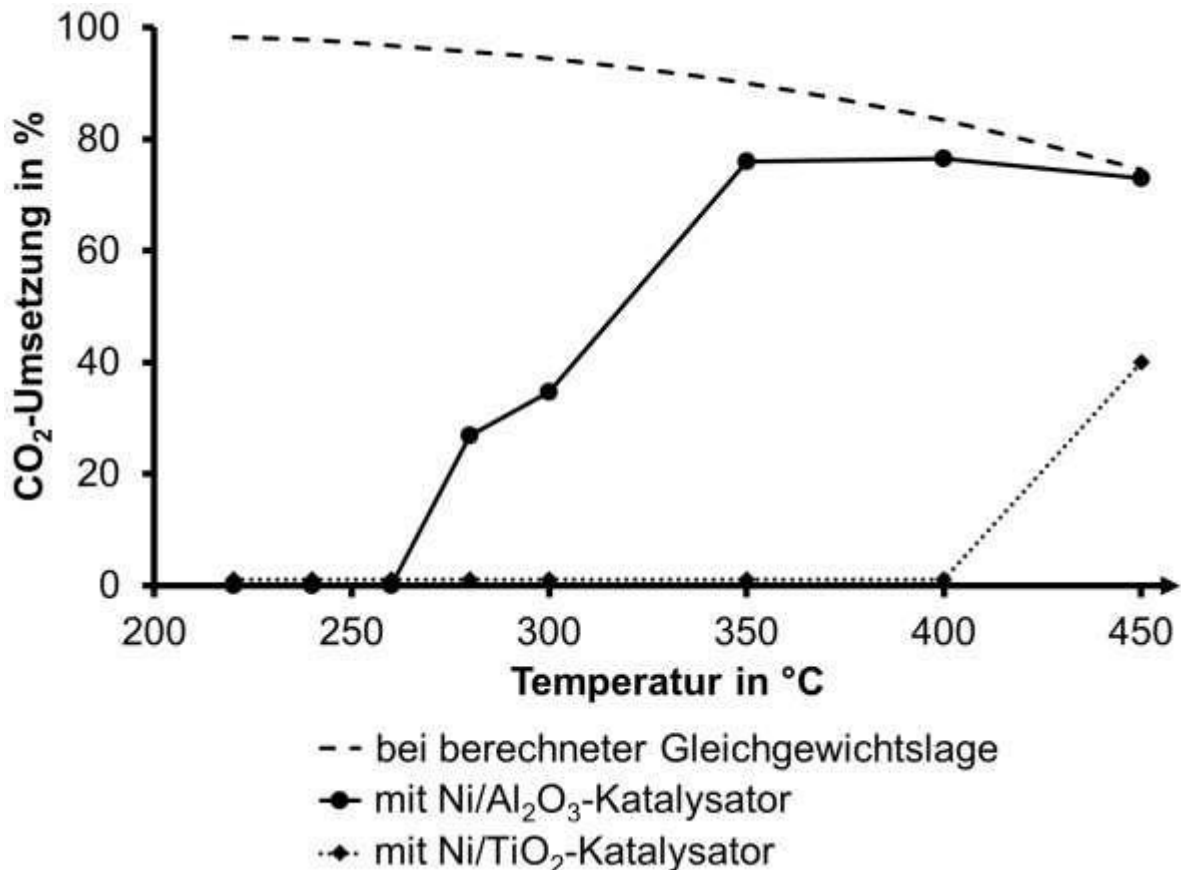

Abb. 1: Berechnete und unter Verwendung von verschiedenen Katalysatoren ermittelte Umsetzungsraten von Kohlenstoffdioxid
- 1.3 In einer Versuchsreihe wird die Wirksamkeit zweier Katalysatoren für den Sabatier-Prozess untersucht und mit berechneten Werten zur Kohlenstoffdioxidumsetzung verglichen. Diese Werte können mit Hilfe von theoretischen Modellen bei verschiedenen Temperaturen im Gleichgewicht ermittelt werden. Für den Versuch bringt man bei verschiedenen Temperaturen das jeweils gleiche Eduktgemisch zur Reaktion. Nach jeweils der gleichen Zeit misst man die Umsetzungsrate von Kohlenstoffdioxid (Abb. 1)
1.3.1 Begründen Sie den in Abbildung 1 dargestellten Kurvenverlauf für die berechnete Gleichgewichtslage anhand des Prinzips von Le Chatelier. Erklären Sie den Kurvenverlauf unter Verwendung des Ni/Al₂O₃ Katalysators im Temperaturbereich zwischen 220 °C und 350 °C auf